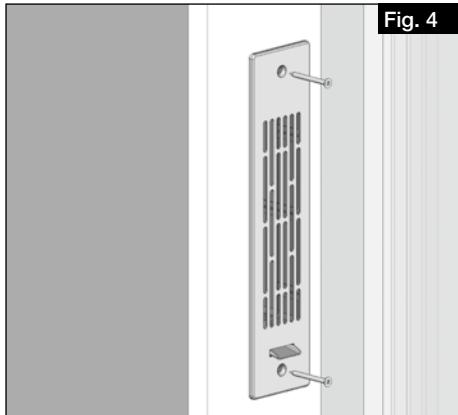

Fig. 4
3. Visser la grille murale extérieure au cadre à l'aide des vis fournies (voir fig. 4).